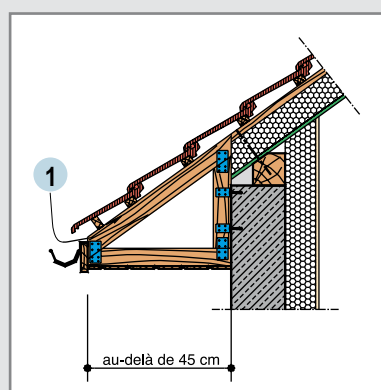

Fig. 16 : Égoût en débord avec console
**Charpenter avec une console** (fig.16)